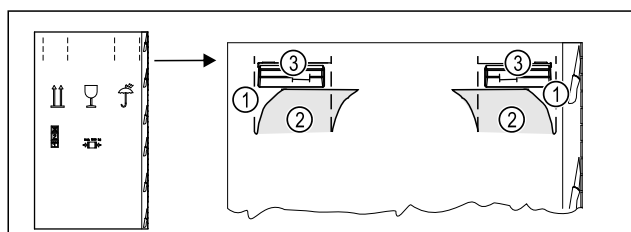

Fig. 5
- ▶ Vtlačte obalový karton nahoře na perforaci Fig. 5 (1).
- ▶ Vytáhněte vtlačené spojení Fig. 5 (2).
- ▶ Pravá a levá rukojeť Fig. 5 (3) je viditelná.
- ▶ Držte spotřebič za rukojeti Fig. 5 (3).